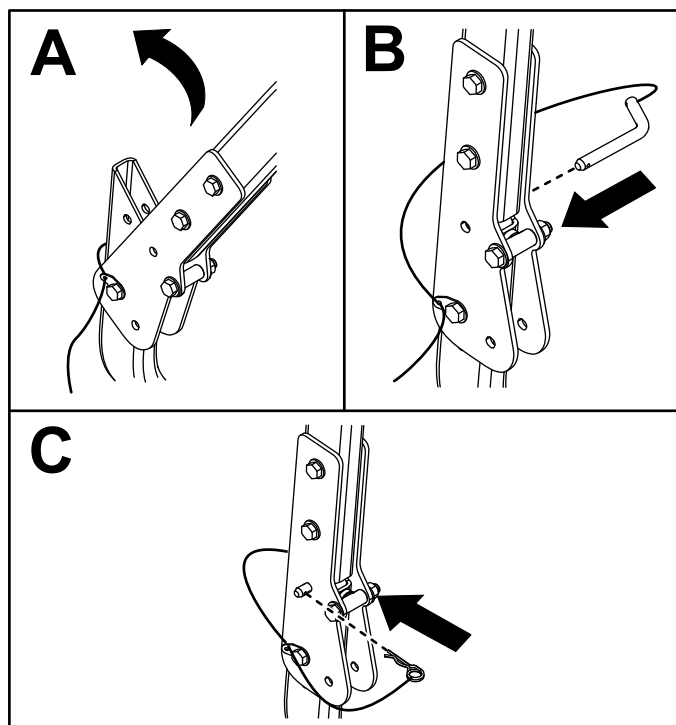

Figure 13
5. Relevez l'arceau de sécurité à la verticale et fixez-le en position de chaque côté avec un axe de pivot et une goupille fendue (Figure 13).